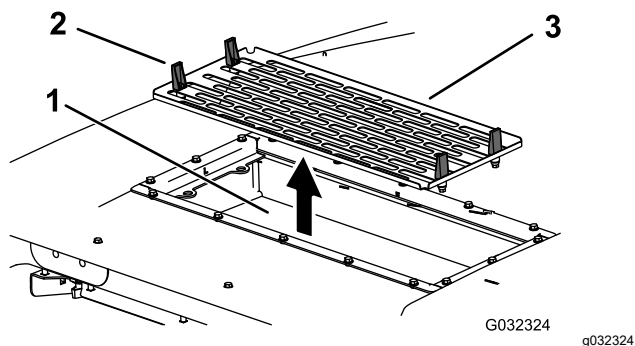

**Figura 148**
6. Instale los filtros de aire, la rejilla y el conjunto de ventilador (Figura 146, Figura 148 y Figura 149).
7. Conecte el cable de cada ventilador (Figura 148).